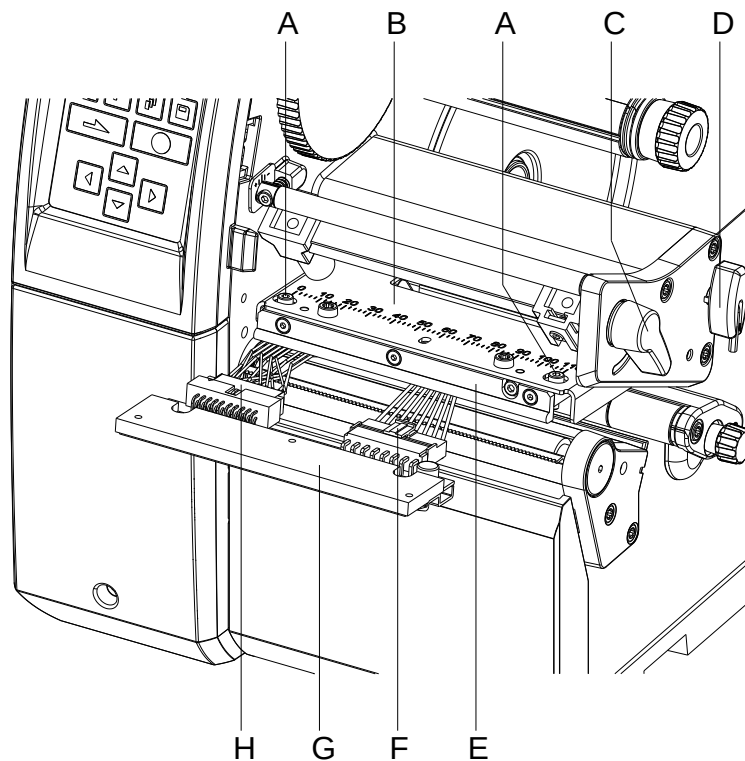

Abbildung 7
7. Andruckhebel (C, Abbildung 7) im Uhrzeigersinn drehen, um den Druckkopf zu verriegeln.
2. Andruckhebel (C, Abbildung 7) gegen den Uhrzeigersinn drehen, um den Druckkopf zu entriegeln.
4. Schraube (B) lösen.
5. Verriegelung (A) drücken und Etiketten-Lichtschanke am Griff (C) vorsichtig nach außen ziehen. Darauf achten, dass das Lichtschankenkabel nicht gespannt wird.
6. Etiketten-Lichtschanke und Sensorschlitz (D) mit Pinsel oder mit reinem Alkohol getränktem Wattestäbchen reinigen.
7. Etiketten-Lichtschanke am Griff (C) zurückschieben und einstellen (siehe Abschnitt **Fehler! Verweisquelle konnte nicht gefunden werden.**, Seite **Fehler! Textmarke nicht definiert.**).
9. Andruckhebel (C, Abbildung 7) im Uhrzeigersinn drehen, um den Druckkopf zu verriegeln.
1. Andruckhebel (C, Abbildung 7) gegen den Uhrzeigersinn drehen, um den Druckkopf zu entriegeln.
4. Etiketten-Lichtschanke am Griff (C) bis zum Anschlag in Richtung Gehäuse schieben und Anschlusskabel aus dem Stecker am hinteren Ende der Etiketten-Lichtschanke ziehen.
5. Verriegelung (A) drücken und Etiketten-Lichtschanke am Griff (C) langsam nach außen ziehen. Dabei Distanzplatte (E) aus der Führung der Lichtschanke schieben.
6. Etiketten-Lichtschanke und Sensorschlitze (D) mit Pinsel oder mit reinem Alkohol getränktem Wattestäbchen reinigen.
7. Etiketten-Lichtschanke am Griff (C) in Richtung Gehäusewand schieben.
8. Verriegelung (A) drücken und Distanzplatte (E) wieder in die Führung der Lichtschanke schieben.
13. Andruckhebel (C, Abbildung 7) im Uhrzeigersinn drehen, um den Druckkopf zu verriegeln.